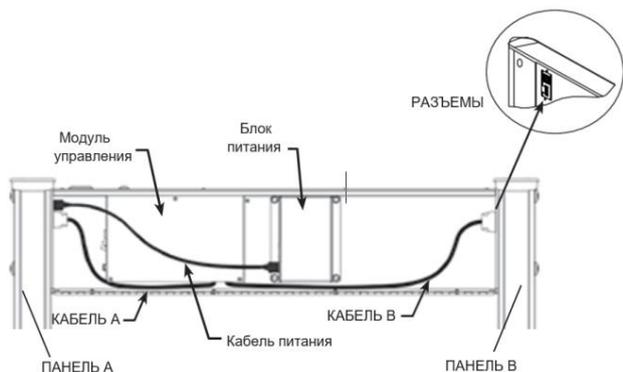

Рисунок 3
6. Определите, с какой панели металлодетектора будет подаваться питание. Подключите переключку питания от блока управления к соответствующей панели. (см. Рисунок 3)